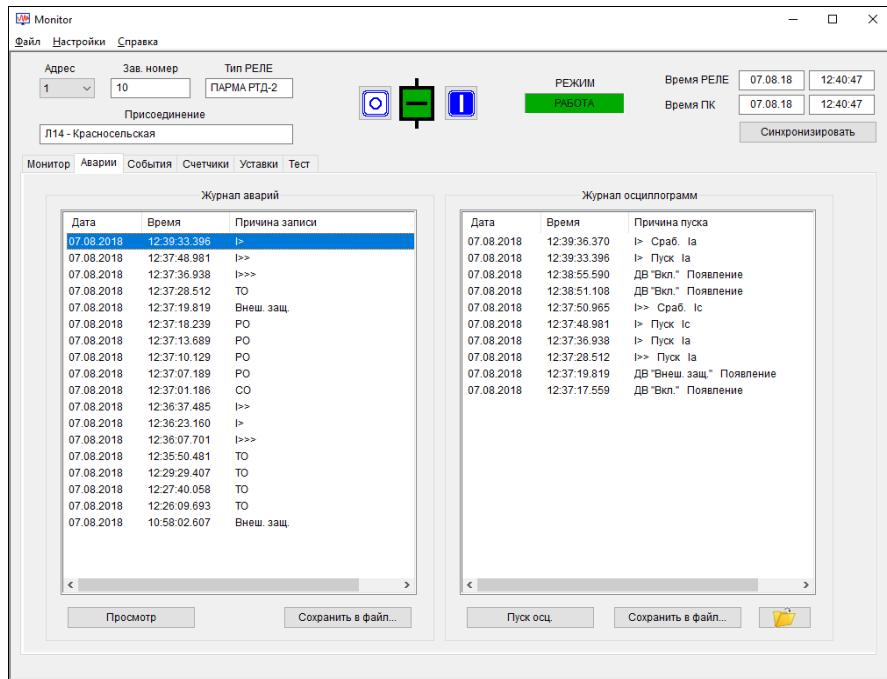

Рисунок 9 – Вкладка "Аварии"
5.5.10.1 Вкладка "Аварии" содержит журнал аварий и журнал осцилограмм (рисунок 9).